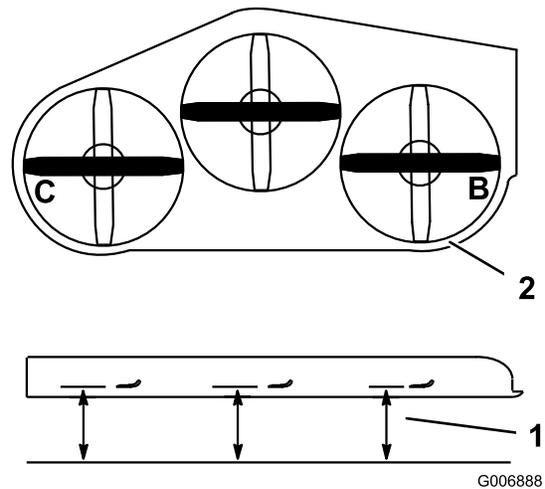

Bild 111
1. Stellen Sie das **rechte** Schnittmesser quer (Bild 111).
2. Messen Sie das rechte Messer an der Stelle **B** von einer ebenen Oberfläche bis zur Schnittkante der Messer (Bild 111).
4. Stellen Sie das linke Schnittmesser seitlich (Bild 111).
5. Messen Sie das linke Messer an der Stelle **C** (Bild 111) von einer ebenen Oberfläche bis zur Schnittkante der Messer.